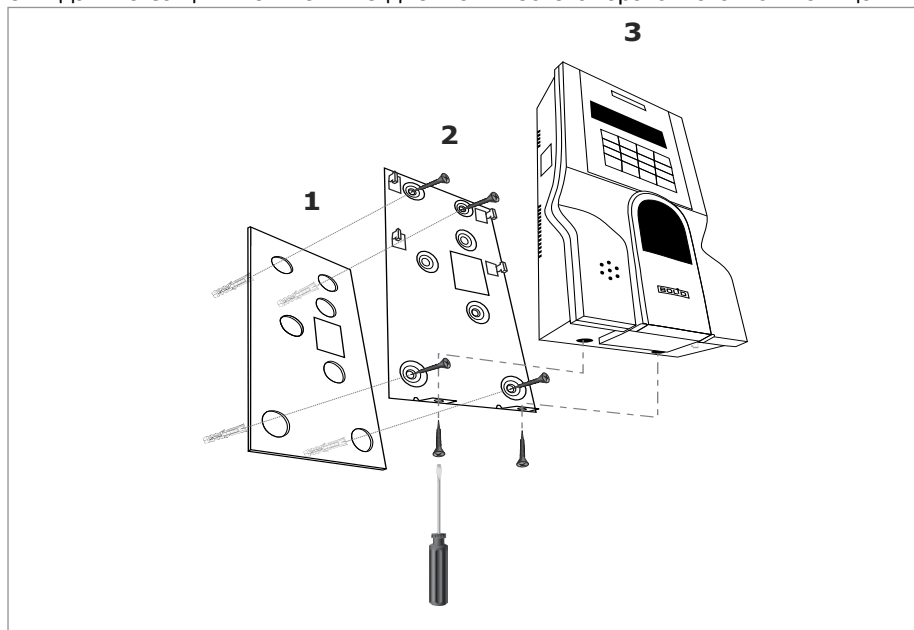

Рисунок 10. Последовательность монтажа контроллера «С2000-BIOAccess-F8»
5. Установите в отверстия дюбеля и закрепите шурупами кронштейн контроллера, подложив под него резиновую прокладку (см. рис. 10, 11).